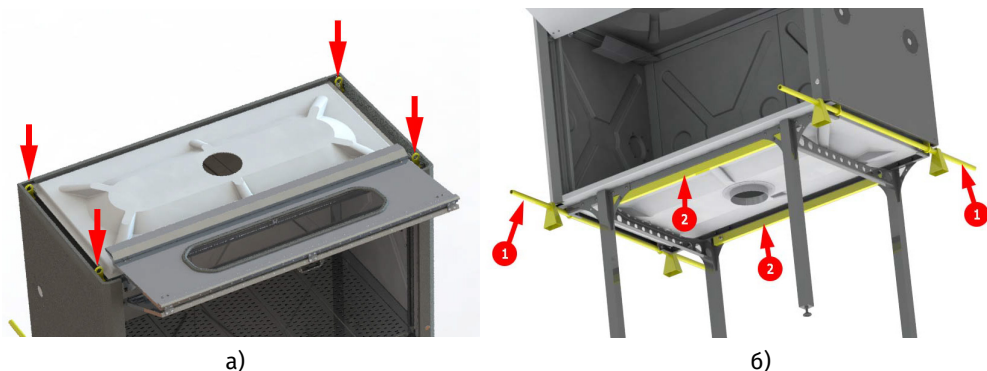

Рисунок 5
2. Модуль MS900С має вушка зверху (рис. 5а) для підйому краном і знизу для встановлення труб MS900С.19 для підйому за допомогою чотирьох осіб (поз. 1 рис. 5б), а також має транспортні труби для переміщення навантажувачем (поз. 2 рис. 5б).